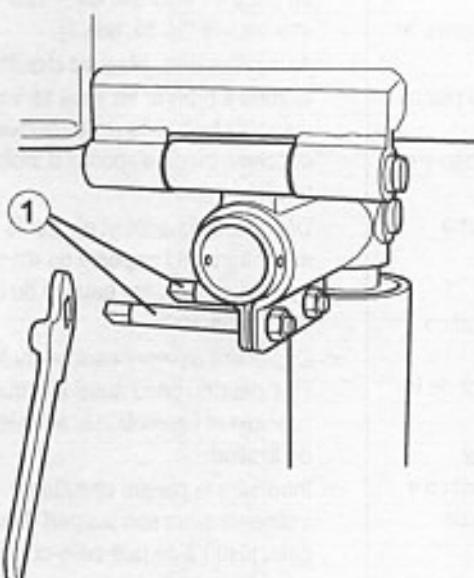

Bild 33 / Fig. 33
⇒ Slightly loosen the two clamping bolts (fig. 33, pos.1) with the square wrench.
⇒ Desserrer légèrement les deux boulons de serrage (fig.33, pos.1) avec la clé à cliquet.
⇒ Beide Spannbolzen (Bild 33, Pos. 1) mittels Freilauf-Vierkantschlüssel etwas lösen.